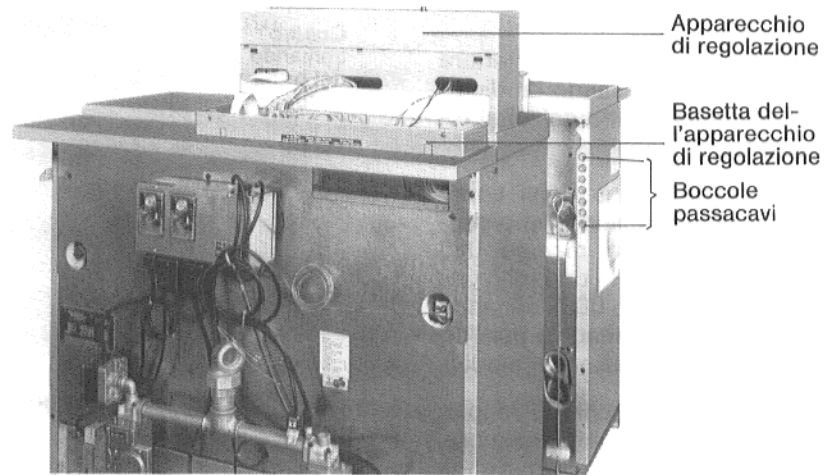

Fig. 14: GE 324 LDZ Lownox, montaggio dell'apparecchio di regolazione
1. Avvitare la basetta dell'apparecchio di regolazione al coperchio anteriore della caldaia con le viti a corredo (Fig. 14).
Introdurre i cavi da dietro attraverso le boccole passacavi (Fig. 14) disponendoli nel canale fra la parete laterale e l'isolazione, quindi immetterli nella basetta dell'apparecchio di regolazione passando attraverso le aperture circolari (Fig. 15).
4. Solo ad un blocco caldaia: Disporre la condotta della sonda di temperatura dei gas di scarico (unità d'imballaggio controllo gas di scarico modulo 065) nel canale porta cavi fra il pannello laterale e l'isolazione termica, passando attraverso una boccola nella parete posteriore (Fig. 14), quindi condurla nella basetta dell'apparecchio di regolazione passando da sotto in una delle aperture del coperchio anteriore della caldaia (Fig. 15).